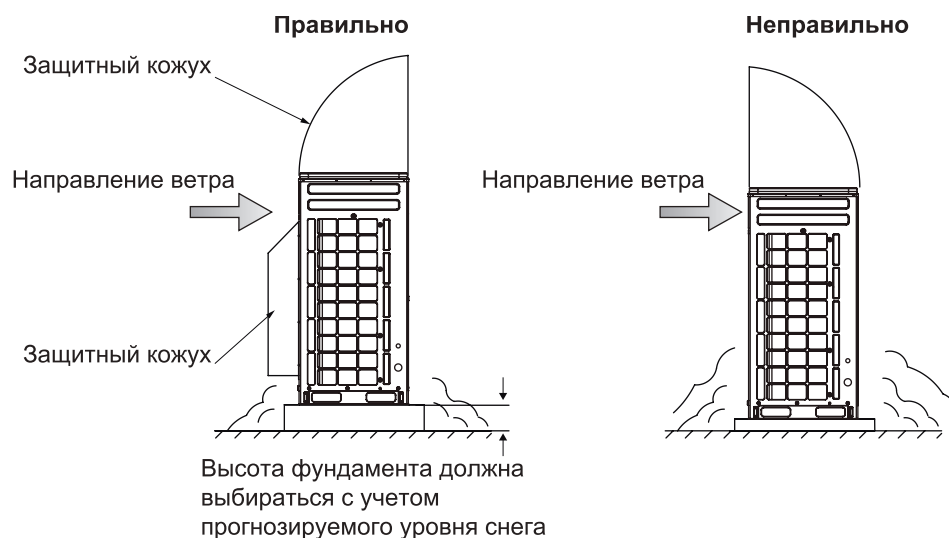

Рис. 11.7.
11.1.8.1. В целях исключения попадания в корпус наружного блока осадков (снег, дождь) рекомендуется устанавливать на верхнюю часть блока защитный кожух (рис. 11.7.).